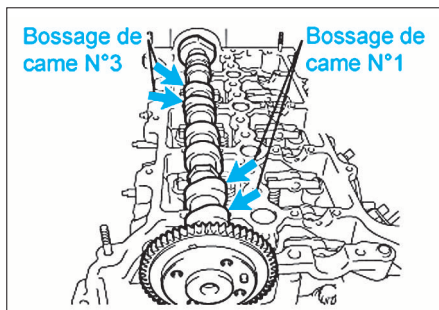

FIG. 58
- Reposer l'arbre à cames d'échappement en positionnant le bossage des cames des cylindres 1 et 3 vers le haut (fig. 58).